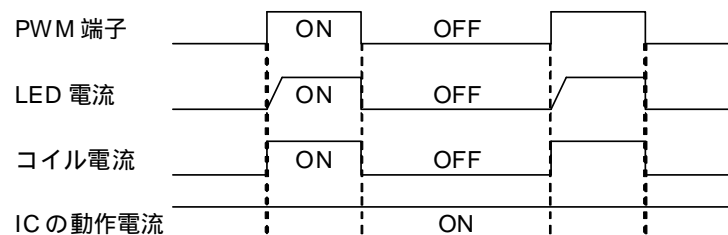

Figure 7. カレントドライバ PWM 調整
1) カレントドライバ PWM 調整は Figure 7. で示される通り PWM 端子に PWM 信号を与えることにより行われます。